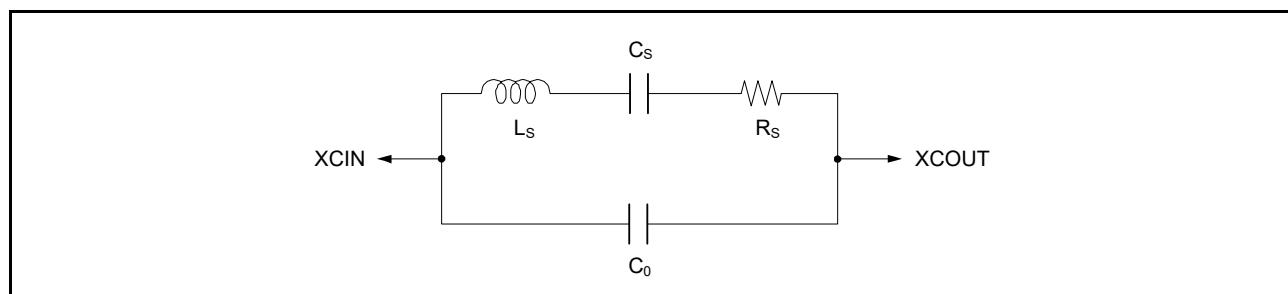

図9.6 水晶振動子の等価回路
32.768kHz水晶振動子の等価回路を図9.6に示します。水晶振動子は表9.5に示す特性のものを使用してください。